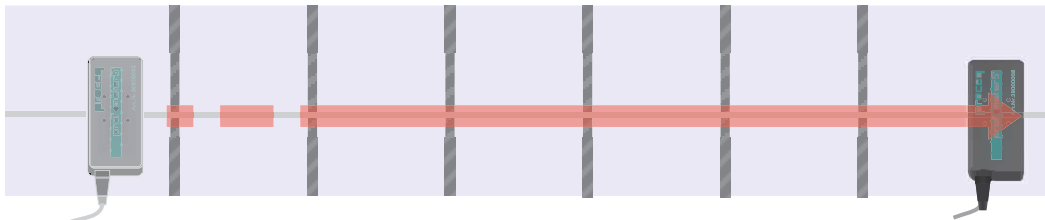

図68 : 鉄筋の上をプローブが移動している場合。
- 等間隔に“ピー”音がならなければ、プローブの真下に横の鉄筋があり、その影響を受けている可能性があります。(図68参照)